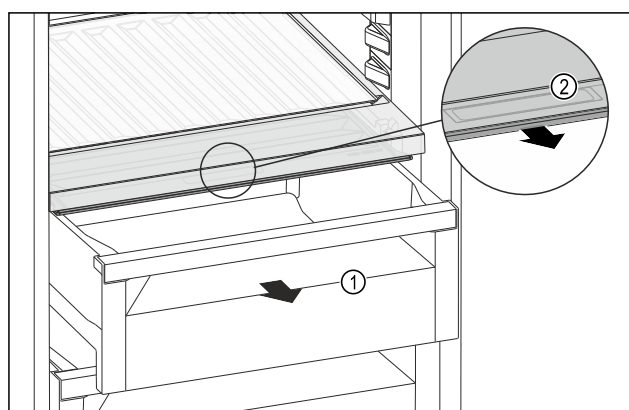

Fig. 230
- ▶ Izvucite ladicu Fig. 230 (1).
- ▶ Primite ručku Fig. 230 (2) na poklopcu pretinca i istodobno povucite poklopac pretinca prema naprijed.